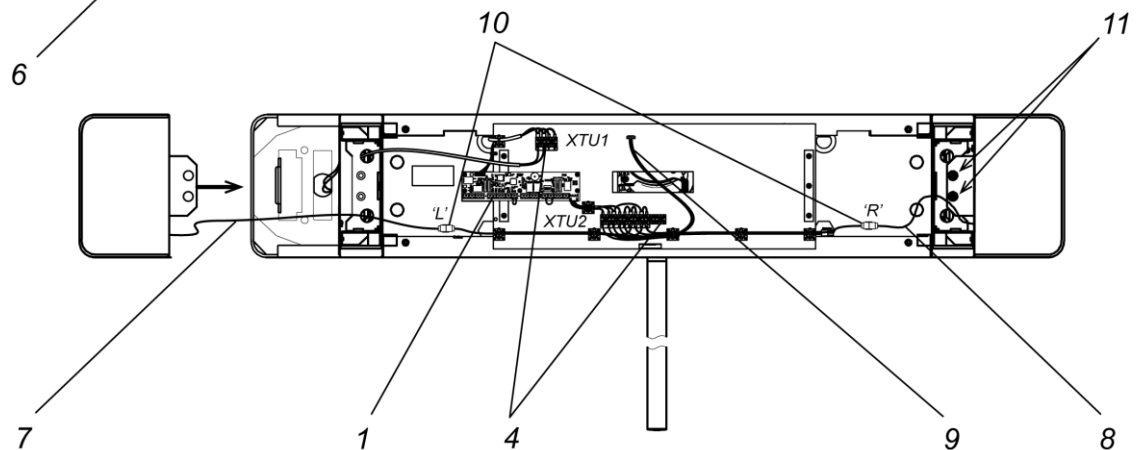

Рисунок 19. Схема прокладки кабелей в стойке турникета
3. При необходимости прокладки кабелей под поверхностью пола подготовьте в полу кабельный канал, подходящий к зоне ввода этих кабелей в стойку турникета. Прокладка кабелей внутри стойки показана на рис. 19.
- зафиксируйте боковой модуль при помощи двух винтов M5×12 с двумя шайбами каждый – пружинной и плоской увеличенной (см. позицию 11 на рис. 19), винты и шайбы входят в комплект поставки основной стойки турникета;
- присоедините разъем кабеля индикации от бокового модуля к соответствующему (правому «R» или левому «L») разъему кабеля индикации от основной стойки (10 на рис.19).
16. Установите на место основную крышку турникета (2), см. разд. 6.